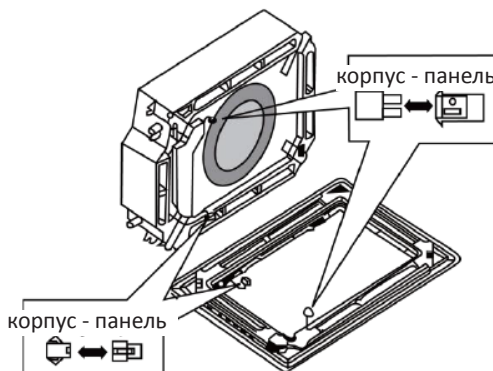

Рис. 4.4.3
(3) Как показано на рис. 4.4.3, подключить разъемы декоративной панели (гнездовую часть) к разъемам корпуса (штырьковая часть).